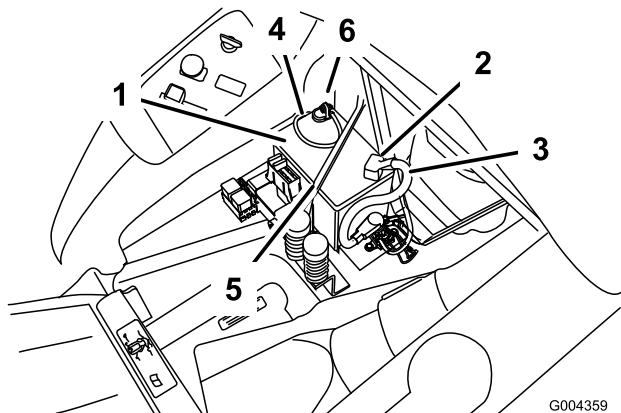

Figura 43
4. Desconecte el cable negativo de tierra (negro) del borne de la batería (Figura 43).
5. Deslice hacia arriba la cubierta de goma del cable positivo (rojo). Desconecte el cable positivo (rojo) del borne de la batería (Figura 43).
6. Retire la correa de sujeción de la batería (Figura 43) y levante la batería para retirarla de su bandeja.
1. Coloque la batería en la bandeja, con los bornes hacia el motor (Figura 43).
4. Fije los cables con 2 pernos (1/4 x 3/4 pulg.), arandelas (1/4 pulg.), y tuercas (1/4 pulg.) (Figura 43).
6. Fije la batería con la correa de sujeción (Figura 43).